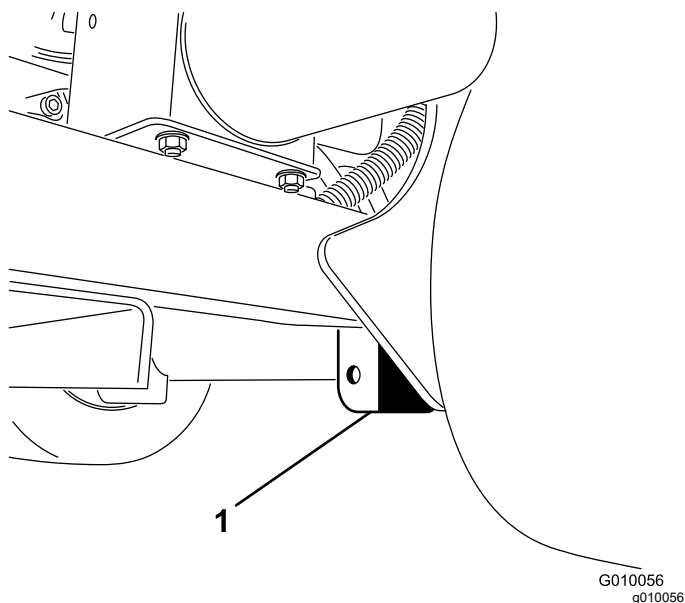

Figura 37
- Coloque el gato firmemente debajo de la placa del bastidor, justo por dentro de la rueda trasera (Figura 37).